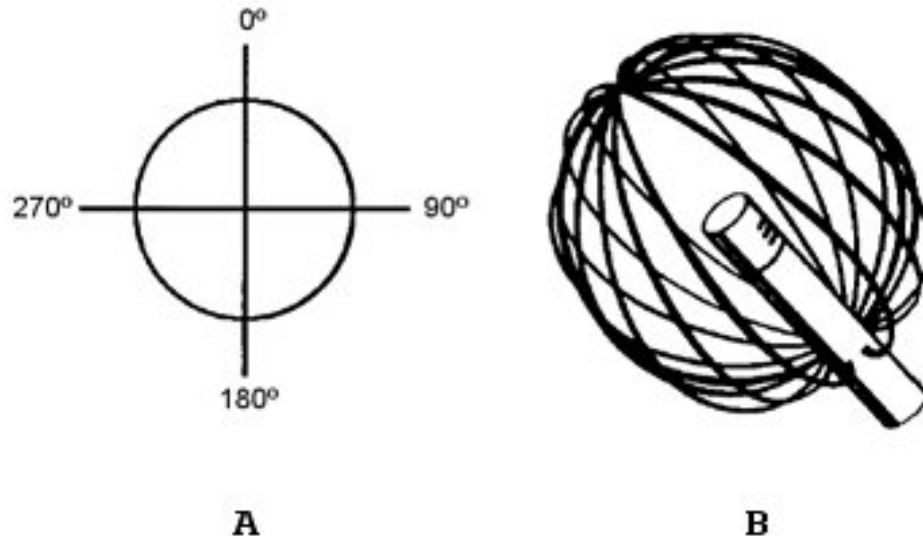

Figura 4
A Figura 4 mostra o padrão omnidirecional numa representação em duas dimensões conhecida como padrão polar (A), e também numa representação tri-dimensional (B).